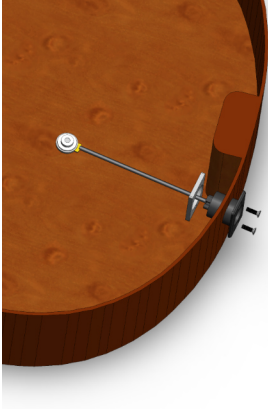
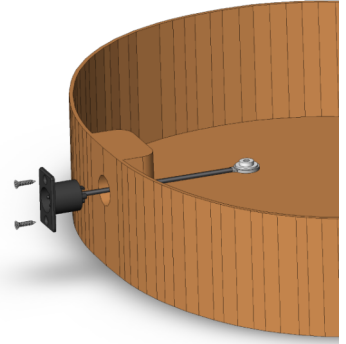

Abb. 1:
Abb. 2:
2. Wählen Sie, ob Sie den 1/4"-Buchsenanschluss seitlich (Abb. 1) oder auf dem Heckblock (Abb. 2) installieren möchten
2. Wählen Sie, ob Sie den XLR-Stecker seitlich (Abb. 1 - Schritt 3.1) oder auf dem Heckblock (Abb. 2 - Schritt 4.1) installieren möchten